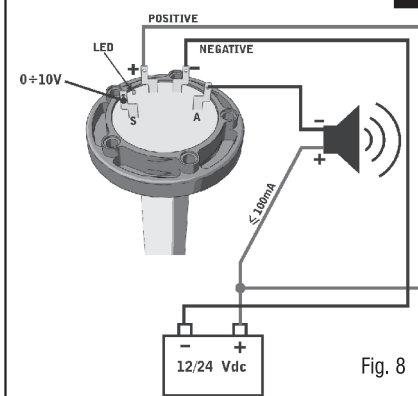

Fig. 8
N.B. L'output 0-10Vdc del sensore SDL è il terminale (S) (vedi Fig. 8)
- 0-10 v (in tensione), alimentazione: 12 ÷ 28Vdc (vedi Fig. 8)